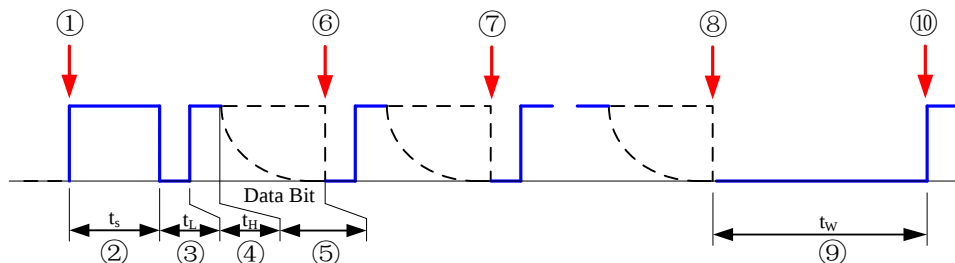

图 2 通过微控制器定义时序强制读取时 “DOC1” 脚时序
2. 在这种读出模式下，如图2所示，微控制器忽略中断信号，强制 “DOC1” 脚为高电平至少两个系统时钟周期，然后开始像中断模式读出数据一样，读出数据。
- ① 微控制器忽略传感器中断有效信号，直接拉高 “DOC1” 脚。
- ② 微控制器拉高 “DOC1” 脚维持至少两个系统时钟周期（约 0.0625ms）。
- ③ 微控制器拉低 “DOC1” 脚至少 200ns。
- ④ 微控制器在 “DOC1” 脚上产生一个上升沿，且 “DOC1” 脚上高电平维持至少 200ns。
- ⑤ “DOC1” 脚切换状态，输出数据的最高位 MSB。
- ⑥ 微控制器采样数据 MSB。
- ⑦ 重复③④⑤⑥，微控制器采样数据次高位。
- ⑧ 重复③④⑤⑥，微控制器采样数据最低位 LSB。
- ⑨ 读取数据完成后，微控制器强制 “DOC1” 脚低电平并维持至少 64 个系统时钟周期，以完成串口数据更新。或者如图 2 所示，微控制器强制 “DOC1” 脚低电平并立即释放 “DOC1” 脚，按中断模式完成数据自动更新。
- ⑩ 重复①，开始新的读取周期。